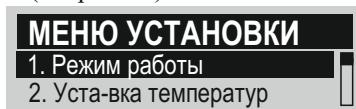

Рисунок. 19. Вид экрана «Меню установки»
7.3.12 Меню установки. Переход в режим меню установки осуществляется с помощью клавиши «MENU» (см. рис. 19).
В памяти прибора содержится семейство зависимостей температуры уставки теплоносителя, необходимой для поддержания постоянной комнатной температуры, от температуры уличного воздуха (см. рис. 19). Необходимо в соответствии с рис. 19 выбрать ту кривую, при которой в помещении станет комфортно. Наименование кривой номинально совпадает с температурой уставки, при которой в помещении комфортно при уличной температуре 0°C. Если в помещении холодно – следует выбрать кривую с большим номиналом, если жарко – с меньшим.